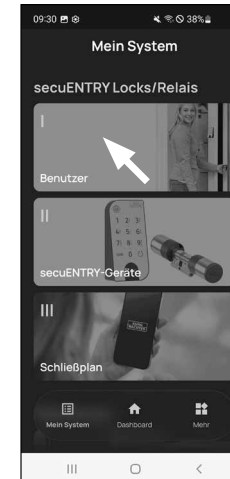

Fig. 1
- 1 Pulse en el primer apartado del menú «I - Usuario» (Fig. 1).